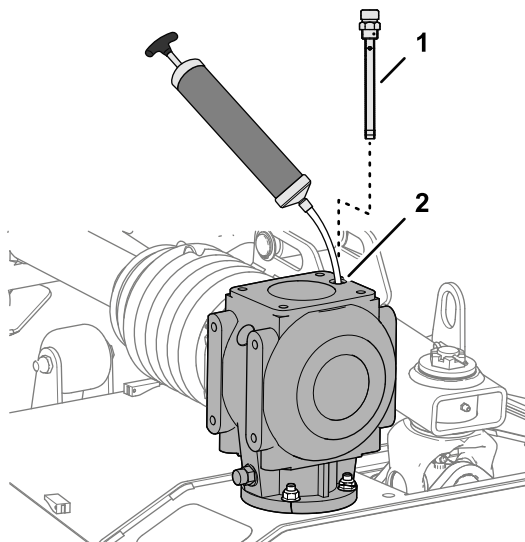

Figura 62
1. Togliete l'asta di livello dalla parte superiore della scatola ingranaggi (Figura 62).
2. Attraverso il foro dell'asta di livello, utilizzate una pompa di aspirazione per rimuovere il fluido dalla scatola ingranaggi (Figura 62).